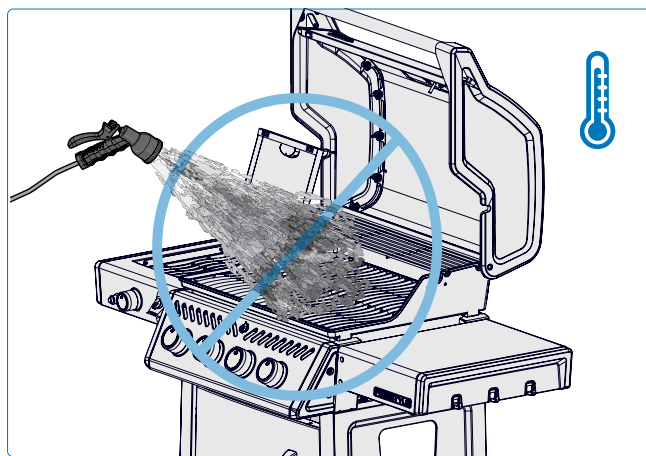

Fig. 27
1. Nunca apague una llama ni controle llamaradas con agua (**Fig. 27**)